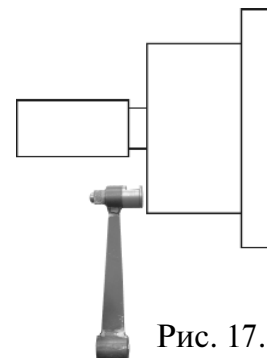

Рис. 17.1
17.2. Калибровка устройства измерения дистанции. Для оценки погрешности устройства ввода дистанции выдвиньте штангу ввода параметров и уприте ее палец в задний торец фланца вала, как показано на рис.17.1. При этом на индикаторах 1 отображается символ А, а на индикаторах 4 величина введенной дистанции. Если величина дистанции на индикаторах 4 не равна $4,6 \pm 0,2$, то устройство ввода дистанции требует калибровки.